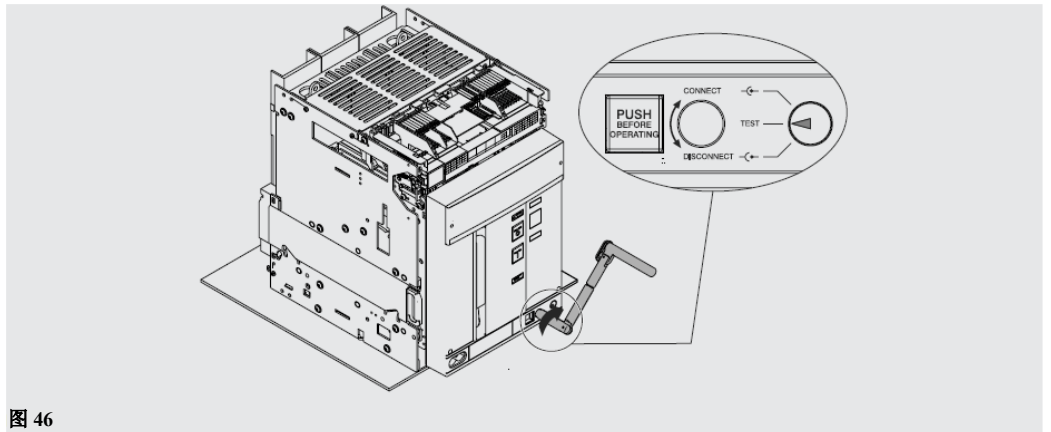

图 46
10. 顺时针转动手柄，直到按钮弹出且位置指示装置显示断路器已处于 **TEST** 位置为止。见图 46。